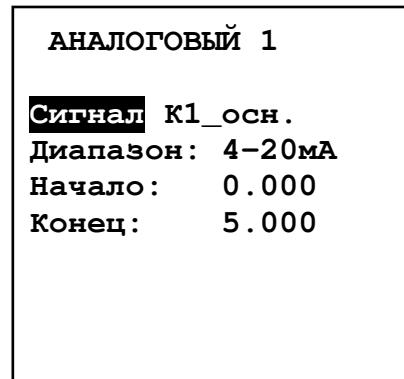

Рисунок 13 - Параметры аналогового канала 1
- В меню режима «Канал 1» («Аналоговый 1» – смотри рисунок 13) выбираются параметры выходного тока «I1»: